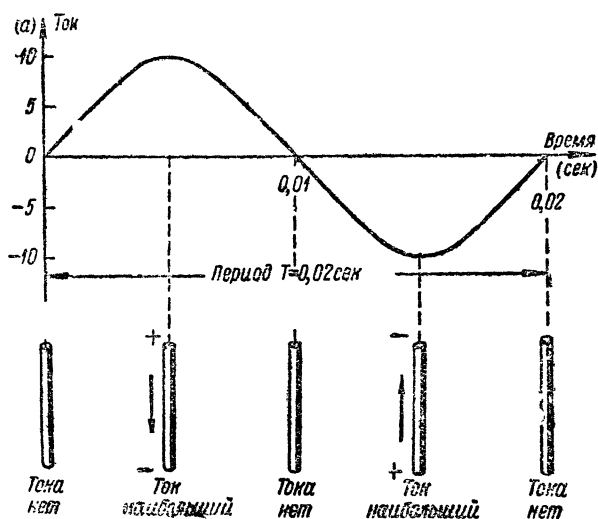

Рис. 27. График переменного тока
Наиболее часто встречается так называемый *прямой* или *синусоидальный переменный ток*, который может быть изображён наглядно в виде диаграммы или графика, так как это сделано на рис. 27. На этом рисунке показаны вертикальная и горизонтальная прямые линии, называемые *осями*. По горизонтальной оси отложено время в секундах, а по вертикальной оси — ток в амперах или других единицах. Ток одного направления условно считается *положительным* и его вели-
чина откладывается вверх по вертикальной оси, а ток обратного направления считается *отрицательным* и его величина откладывается вниз. Изменение тока с течением времени показывает наглядно плавная кривая линия, изображённая на рисунке и называемая *синусоидой*. В некоторый начальный момент ток равен нулю. Затем он увеличивается, сначала быстро, а потом всё медленнее и медленнее. В некоторый момент нарастание тока прекращается, и ток достигает наибольшего значения, называемого *амплитудным значением* или амплитудой. Для примера на рис. 27 амплитуда тока равна 10 а. Далее ток уменьшается, сначала медленно, затем быстрее, и падает до нуля, после чего
На рис. 27 внизу показано движение электронов в проводе при переменном токе для нескольких различных моментов времени.
*Время одного колебания называется периодом и обозначается буквой  $T$ .* Период выражается всегда в секундах. Время изменения тока, равное половине периода, называют *полупериодом*. На рис. 27 период для примера взят равным 0,02 или  $\frac{1}{50}$  сек.
На рис. 27 изображено графически одно колебание синусоидального переменного тока, имеющего частоту именно 50 гц.